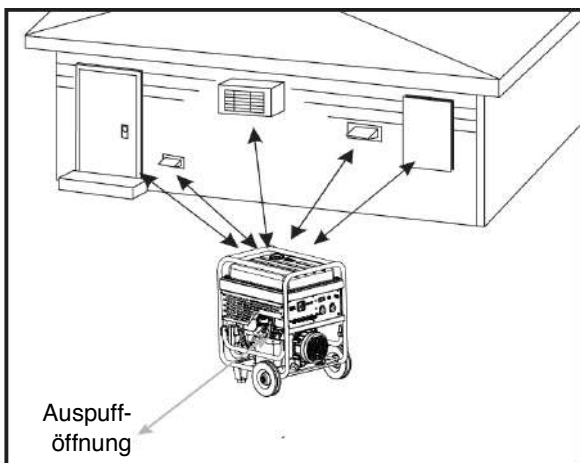

Abb. 12: Plazierung des Generators
- Die Abgase immer von Fenstern, Türen, Lüftungseinlässen oder anderen Öffnungen fernhalten (Abb. 12).